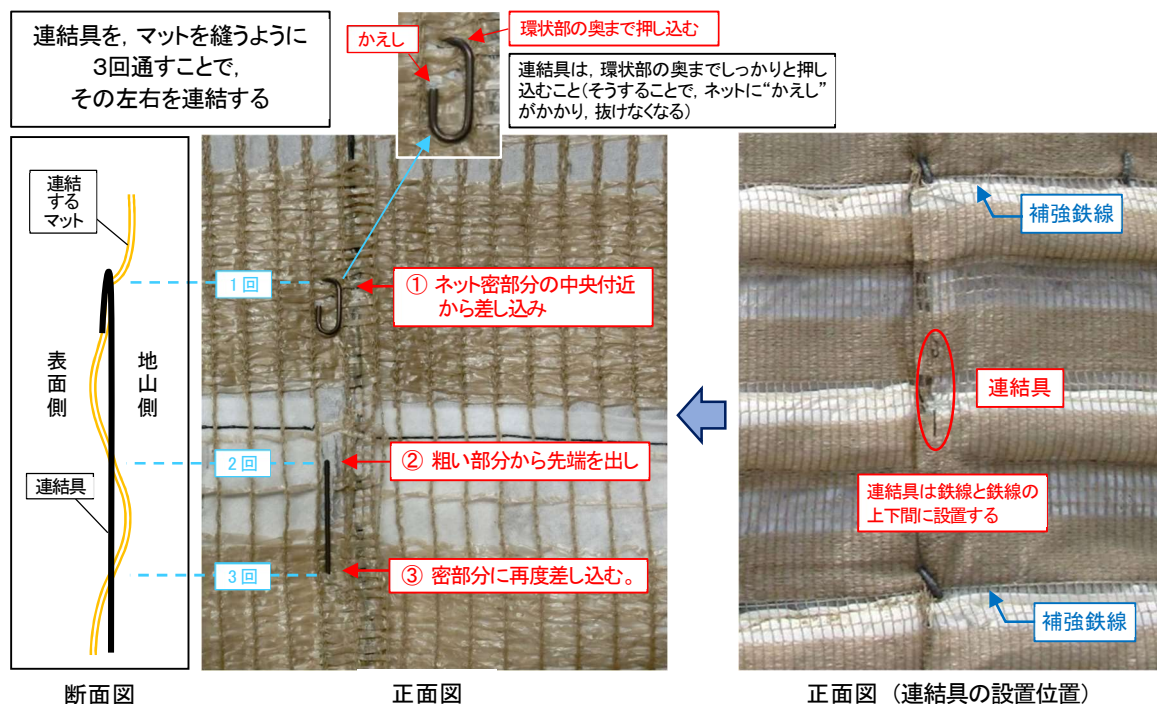

図5. マット左右接続部の連結方法
③ マット左右の連結
- 連結具を所定の位置に設置し、マットの左右を接続する（詳細は図5、および別紙：施工図面を参照する）。